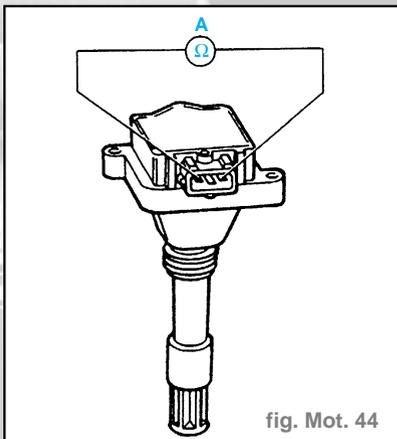

fig. Mot. 44
- Le contrôle de la résistance s'effectue en branchant un ohmmètre aux broches extérieures du connecteur (fig. Mot. 44).